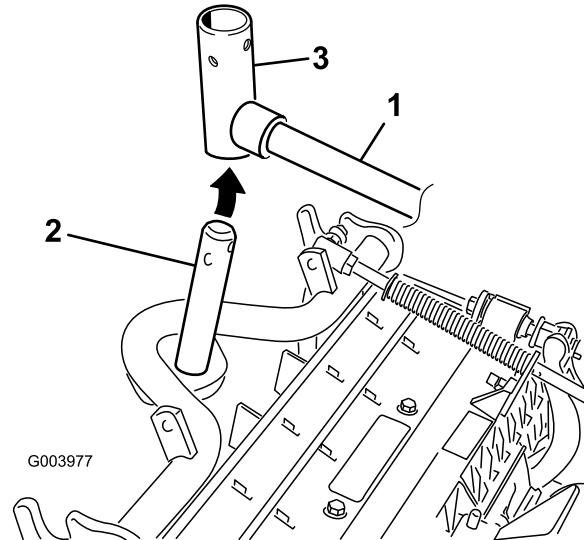

Рисунок 10
- При установке передних режущих блоков передвиньте режущий блок под подъемным рычагом, одновременно вставляя вал несущей рамы вверх в вилку оси поворота подъемного рычага (Рисунок 10).
- B. Вставьте вилку подъемного рычага в вал несущей рамы (Рисунок 10).